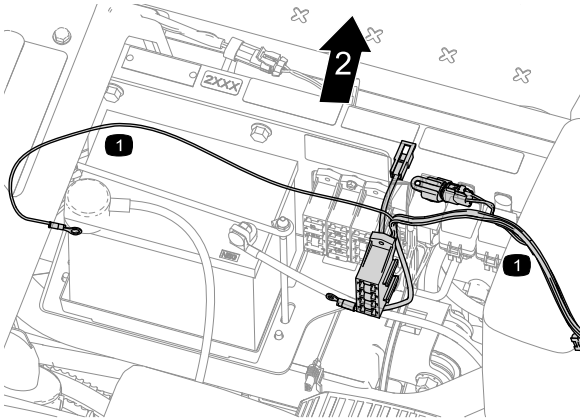

Figure 6
1. Acheminez le faisceau de câblage sous le siège (Figure 6).